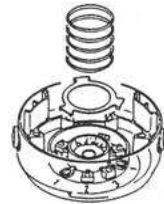

図1
①「ナイロンコードの交換」を参考にナイロンコードキャップをはずし、ナイロンコードリールとリールスプリング、ディスクを取り出します。
②ナイロンコードボディーの奥に、1、2、3の番号があります。(図1)
*ディスクの標準セットは、ナイロンコードボディーのディスク受けの2番の位置ですので、ディスク2にセットしてください。(図1)